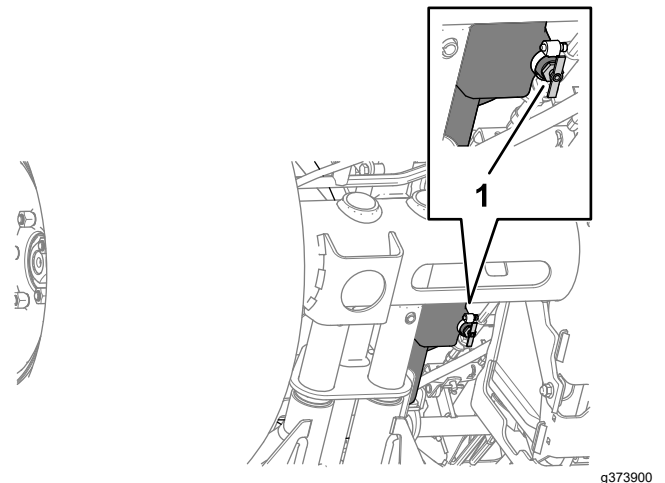

Bild 87
2. Stellen Sie eine Auffangwanne unter das Ablassventil des Kraftstofftanks (Bild 87).